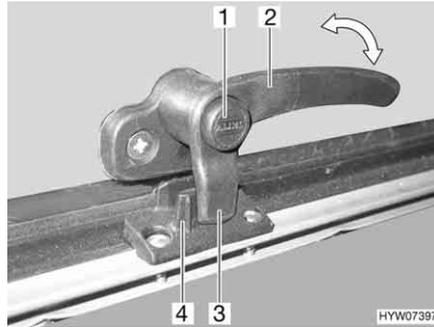

Fig. 34 Leva di serraggio in posizione "Chiuso"
- Premere il bottone di sicurezza (Fig. 34,1) e mantenerlo premuto.
- Ruotare la leva di serraggio (Fig. 34,2) di un quarto di giro verso il centro della finestra.
- Ruotare la leva di serraggio (Fig. 34,2) di un quarto di giro verso il telaio della finestra. Il nasello di chiusura (Fig. 34,3) della leva di serraggio si trova completamente sul lato interno della chiusura della finestra (Fig. 34,4).
- In posizione "Completamente chiusa" (Fig. 34)